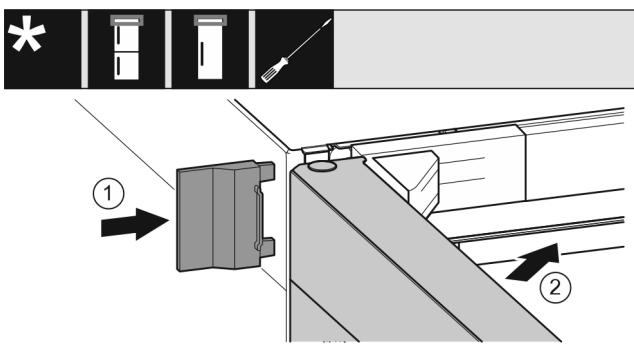

Fig. 21
- Potisnite zunanj pokrov gor. Fig. 21 (1)
- Zaprite zgornja vrata. Fig. 21 (2)